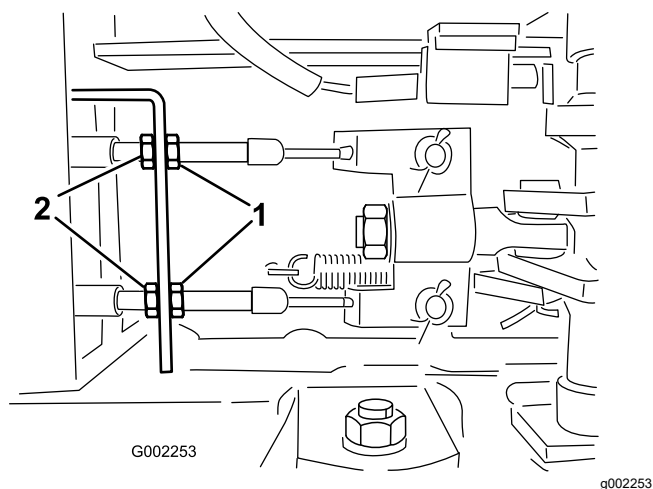

Figure 102
5. Desserrez les écrous de blocage avant sur les câbles de frein, sous l'extrémité avant du pulvérisateur (Figure 102).
6. Serrez les écrous de blocage arrière uniformément jusqu'à ce que la pédale de frein s'enfonce de 1 à 2 cm (0,5 à 1 po) avant que vous sentiez une résistance (Figure 102).